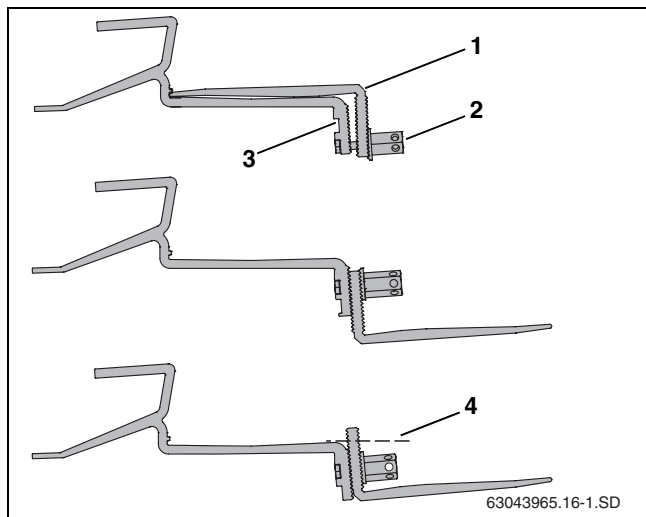

Рис. 16 Установка нижней части кровельного крюка
- ▶ Отверните длинную гайку (рис. 16, [2]).
- ▶ Вставьте винт в верхнее отверстие (рис. 16, [3]).
- ▶ Свободно закрепите нижнюю часть кровельного крюка (рис. 16, [1]). Пока только слегка затяните соединение.